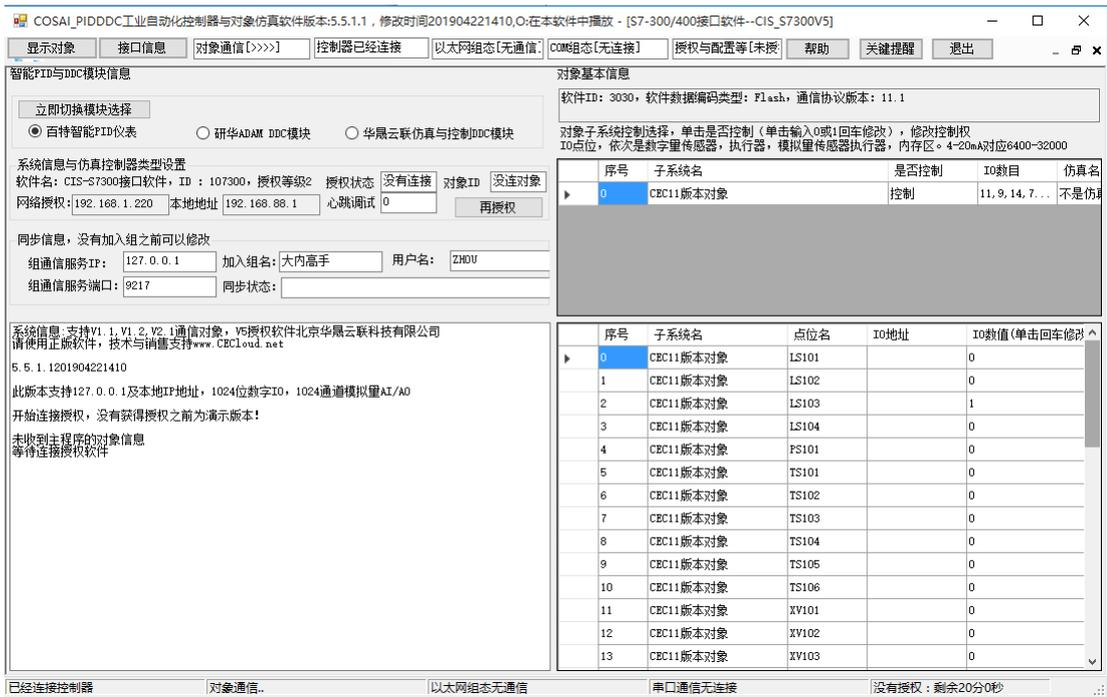

图2.2.2 对象接口
2、连接对象后，选择接口信息，如图2.2.2所示。表中显示出了对象的I0分配表，这里任何内容都不能修改。一定要核对这里的I0分配表，与程序中点位相对应。